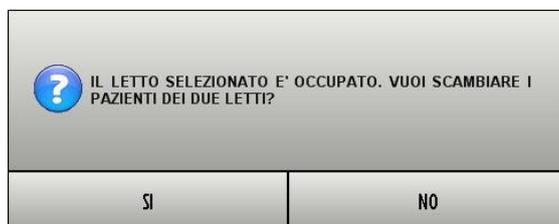

Fig 54 – Finestra a scelta doppia senza timer
3) Finestra senza timer con scelta doppia (Sì o No - Fig 54).
La finestra illustrata in Fig 54, analogamente alla precedente, richiede una scelta fra le opzioni **SI** e **NO** riguardo ad una operazione appena compiuta. Cliccando sul pulsante **SI** si esegue l'azione, cliccando sul pulsante **NO** si annulla l'azione. Questo tipo di finestra è privo di timer e resta sullo schermo finché non si dà una risposta.